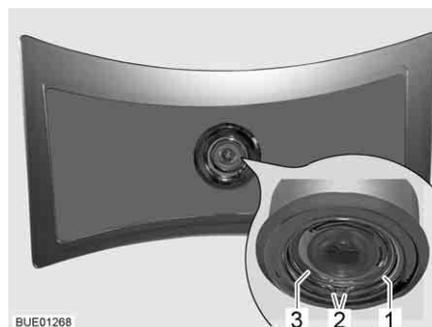

Fig. 201 Lampada a soffitto
- Premere la rondella (Fig. 201,1) sulle sue due estremità (Fig. 201,2) e rimuoverla.
- Estrarre l'involucro (Fig. 201,3) con LED dalla lampada.